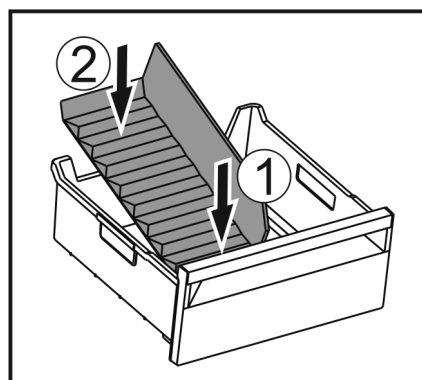

Fig. 75
- Vstavite sprednji del pregrade predala za led. Fig. 75 (1)
- Zadnji del pregrade predala za led spustite do dna predala. Fig. 75 (2)